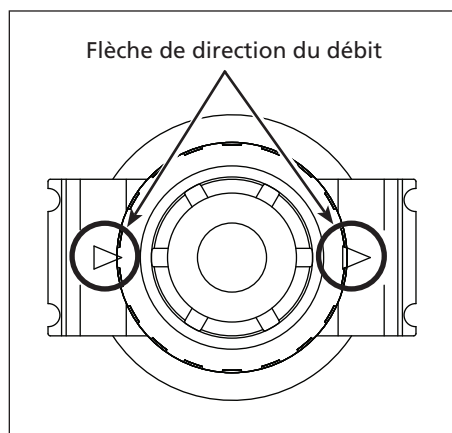

Figure 2 - Détail montrant l'emplacement de la flèche indiquant la direction du débit
1. Trouver la flèche de direction de la circulation d'air (voir la figure 2, détail). La flèche montre la direction du débit d'air.
5. Vérifiez que les flèches pointent en direction du débit d'air. (Voir la figure 2)